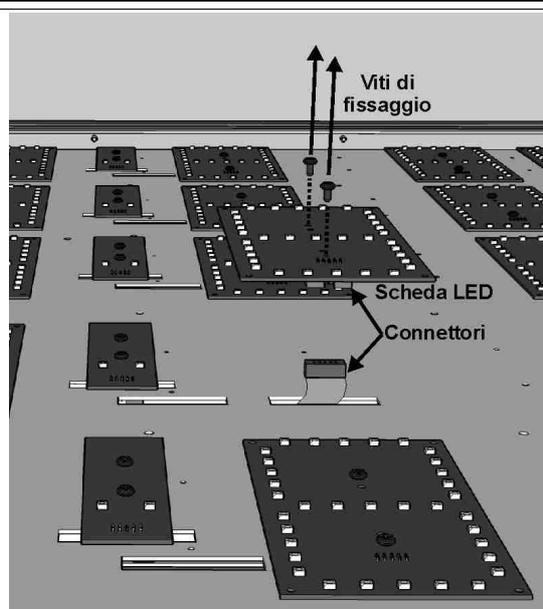

Fig. 17: Sostituzione di una scheda LED
2. Con il cacciavite, togliere le viti di fissaggio della scheda da sostituire (Fig. 17); allontanare leggermente la scheda dalla sua posizione per estrarre il connettore del cavo piatto di collegamento.